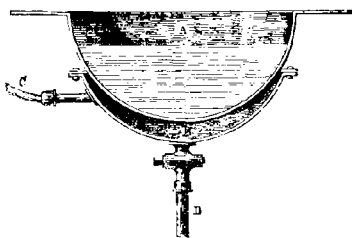

Fig. 81.
3. Quand il y aurait quelque inconvénient à faire condenser la vapeur au sein du liquide à chauffer, on adopte une au-tre disposition. Dans ce cas, tantôt on se sert de cuves à double fond ; tantôt on emploie une cuve ordinaire, dans laquelle on place un tube en spirale ou en fer à cheval. Dans le premier cas (fig. 81), le liquide est in-troduit dans la cuve supé-rieure A, la vapeur pénètre par un tube C dans le faux-fond B, et l'eau condensée sort par un autre tube D. Dans le second cas, la vapeur arrive par